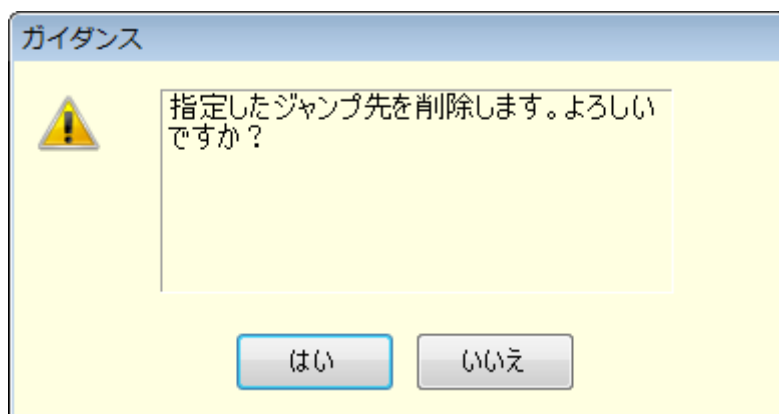

図5-7 ステップ削除の確認ダイアログ
- ジャンプ先やブランチステップに設定されているステップを削除した場合は, 図 5-7のダイアログが表示されます。を選択するとステップが削除され, ジャンプ先やブランチステップは, 無効となります。を選択すると, ステップの削除はキャンセルされます。